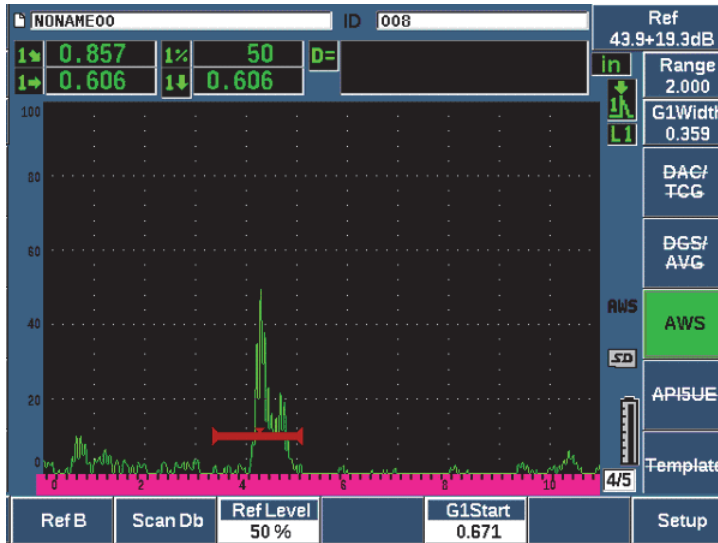

Figura 11-19 Valor de B de referencia (Ref. B) antes de ser almacenado
3. Seleccione **AWS > Ref B** para almacenar el reflector controlado como el valor **Ref B**; a continuación, seleccione **YES** para confirmar (vea la Figura 11-19 en la página 292).